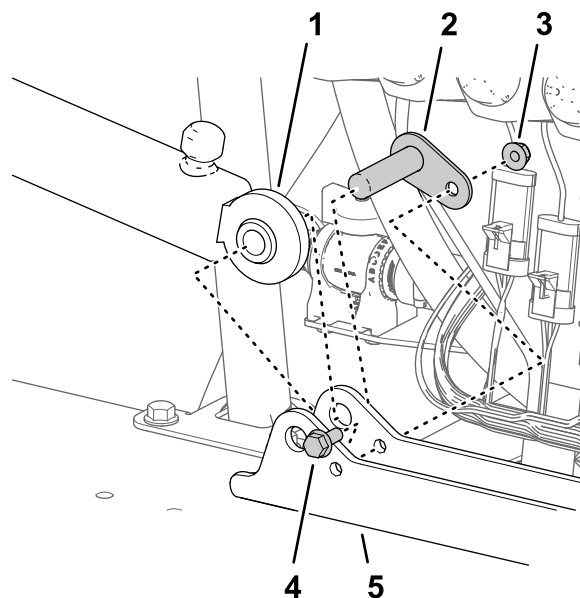

Bild 115
2. Befestigen Sie den Zylinder mit dem Lagerbolzen, der Bundkopfschraube und Bundmutter an der Zylinderbefestigung (Bild 115).
1. Fluchten Sie das starre Ende der Hubzylinder, das Sie in Schritt 3 in Entfernen der Hubzylinder (Seite 20) entfernt haben, mit dem 16 mm großen Loch in der Zylinderbefestigung aus (Bild 115).